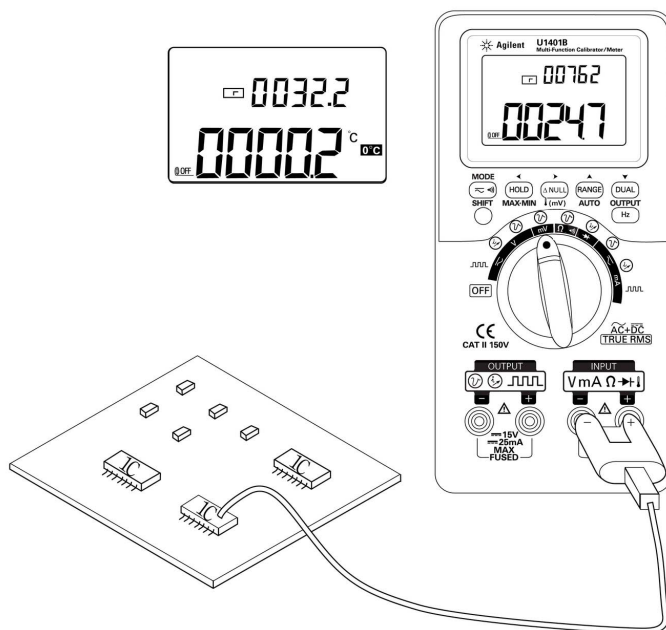

図 3-4 表面温度測定
- 4 熱電対プローブが接続されている熱電対アダプタを、正と負の入力端子に差し込みます (図 3-4 (53 ページ))。